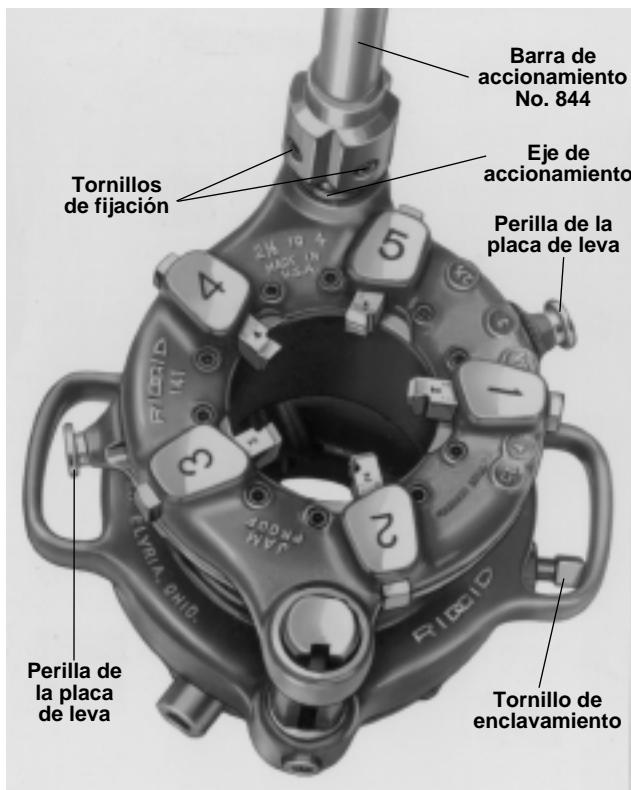

Figura 7 – Roscadora a Engranajes No. 141 (la Roscadora No. 161 es similar)
2. Tire de las perillas de la placa de levas (*Figura 7*) y gire la placa de levas hasta una de las marcas que señalan el tamaño de tubo deseado, en la parte superior del cabezal de terrajas. Suelte la perilla cuando los pasadores de ubicación caigan en los agujeros en la placa de selección.